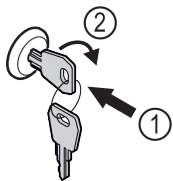

Fig. 120
- ▶ Vajutage võti sisse Fig. 120 (1).
- ▶ Keerake võtit 90° päripäeva Fig. 120 (2).